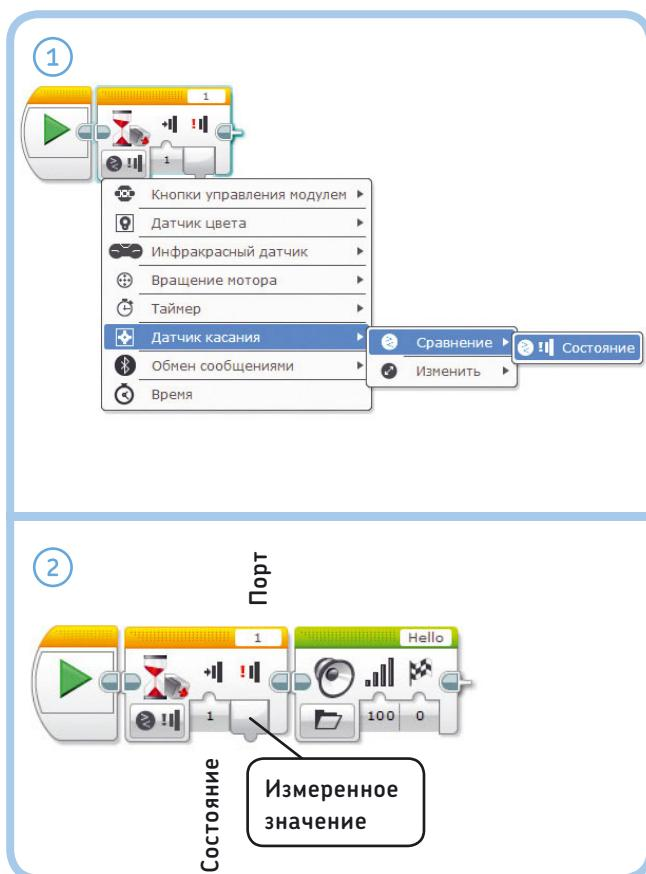

Рис. 6.6. Благодаря программе **WaitForTouch** робот воспроизводит звук, когда нажата кнопка датчика касания
Ранее вы использовали блок **Ожидание** (Wait) для приостановки выполнения программы на некоторое время (скажем, пять секунд). Но вы также можете использовать этот блок для приостановки выполнения программы до тех пор, пока не сработает датчик. Например, вы можете настроить блок **Ожидание** (Wait) на приостановку программы до того момента, пока кнопка датчика касания не будет нажата, выбрав режим **Датчик касания** (Touch Sensor), как показано на рис. 6.6.
Создайте новый проект под названием EXPLOR3R-Touch с программой WaitForTouch, как показано на рис. 6.6. Для блока **Ожидание** (Wait) выберите режим
СОВЕТ Добавьте еще одну пару блоков **Ожидание** (Wait) и **Звук** (Sound) в программу WaitForTouch (рис. 6.6). Первый блок **Ожидание** (Wait) должен ждать нажатия, а второй — отпускания кнопки датчика. Где вы разместите новые блоки?
- Блок **Ожидание** (Wait) в режиме **Сравнение** (Compare) продолжает снимать показания с датчиков, пока условие не станет истинным. Когда это происходит, программа переходит к следующему блоку в последовательности (см. рис. 6.6).